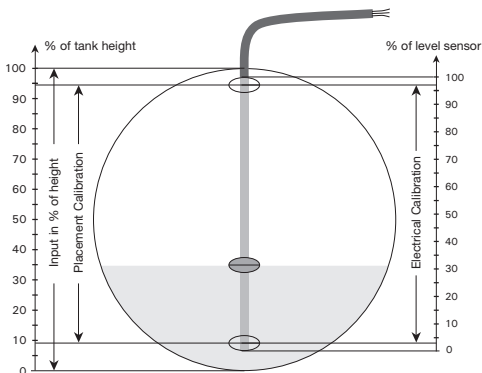

Рис. 1, разрез горизонтально расположенного резервуара
Описание настройки со входом потенциометра исходит из Рис. 1. Обратите внимание, что ПО PRelevel имеется только на английском языке. Поэтому тексты меню имеют тот же вид, что и на дисплее. Выберите закладку **[Input]:**
**[Electrical Calibration]** Здесь вводятся границы или ПО PRelevel измеряет диапа-зон на подсоединенном потенциометре, который должен или может детекти-роваться. Преобразователь должен быть подключен к коммуникационному интерфейсу Loop Link, чтобы можно было произвести измерения значений. Значения на Рис.1 равны Low (Низ.) = 3% и High (Выс.) = 97%.
**[Placement Calibration]** Здесь вводится местонахождение точек Low и High, определенных в 'Electrical Calibration' , на уровнемере по отношению к высоте резервуара. Эти значения используются частью для расчета линеаризованных значений, частью для вычисления 0- и 100% высоты. Значения на Рис. 1 равны Low (Низ.)= 9% и High (Выс.) = 94%.
**[Input]** Здесь вводится желаемый диапазон ввода по отношению к высоте. Когда входные сигналы Low и High выбраны как 0 и 100%, то входной сигнал никогда не будет ниже 9% и выше 94%, что обусловлено формой и положением уровнемера. Если диапазон выхода будет 4...20 mA, то значение выходного сигнала будет составлять от 5,44 до 19,04 mA. Значения на Рис. 1 составляют Low (Низ.) = 0% и High (Выс.) = 100%.